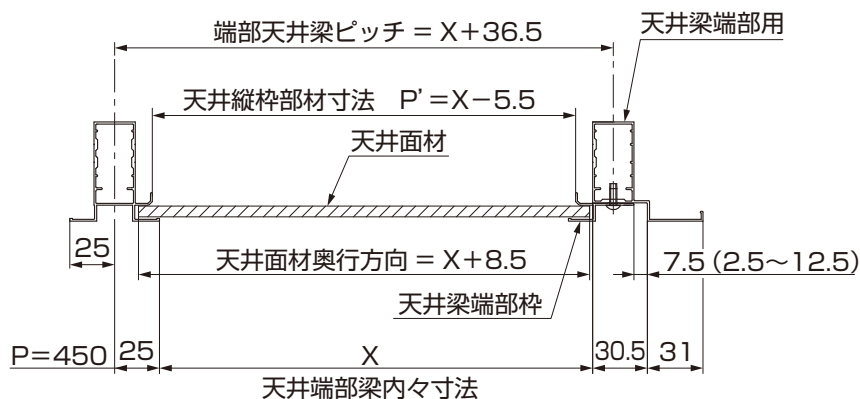

図7-1
- ①現場の端部天井内々寸法を確認してください。(図7-1参照)
- ②天井面材の奥行き方向寸法と、天井縦枠の部材寸法を割り出し、部材を切断してください。